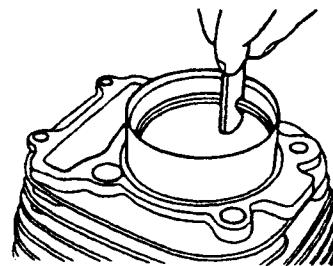

图 1-7 测量活塞环开口间隙
(1) 活塞环开口间隙的检测：如图 1-7 所示，将活塞环放入汽缸内，用活塞头部将活塞环推入汽缸底部附近的磨损最小部位，并使其保持水平状态；然后用塞尺测量活塞环开口间隙，若测量值大于使用极限值（表 1-5），则说明活塞环过度磨损，应更换活塞环。